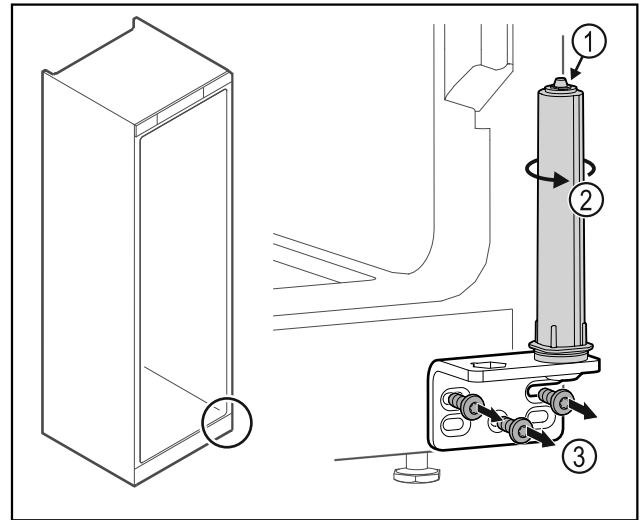

Fig. 32
- ▶ Не розбирати систему закриття дверей Fig. 32 (1).
- ▶ Повертати систему закриття Fig. 32 (2) до клацання.
- ▶ Відкрити шарнірний кутик Fig. 32 (3).